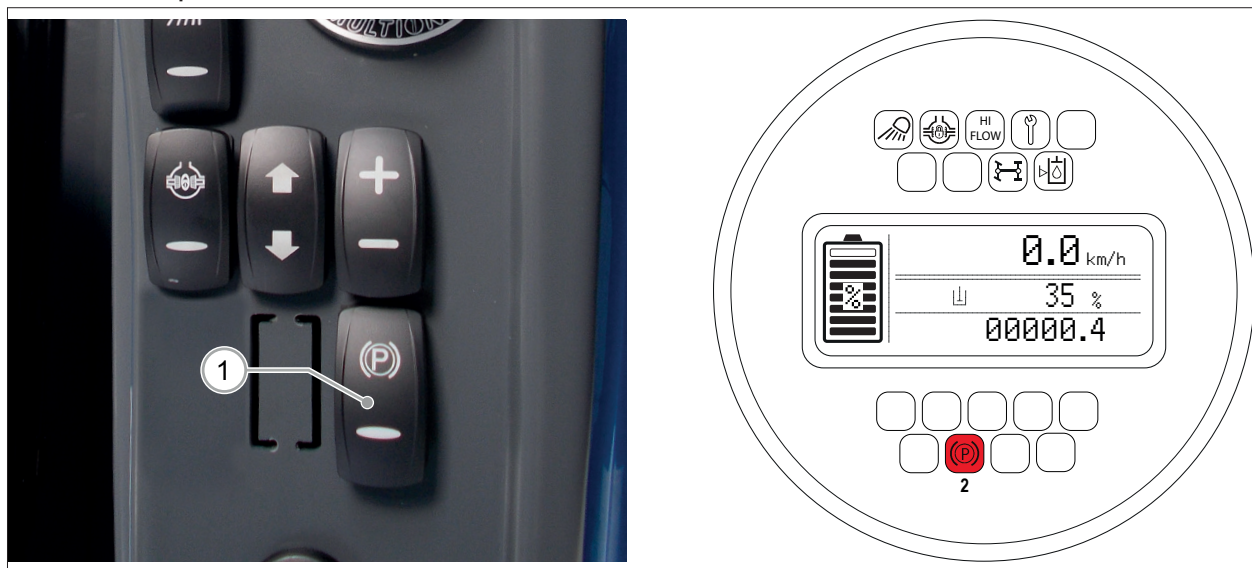

РИС. 36
- 2) Нажмите выключатель парковки (РИС. 36 – Сс. 3) загорится индикатор (P) (РИС. 34 – Сс. 2).